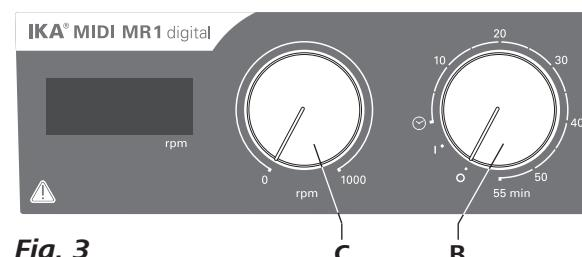

Fig. 3
- ⇒ Zum Einschalten des Geräts drehen Sie den Drehknopf „**Ein/Aus**“ und „**Timer**“ (**B**, siehe **Fig. 3**) im Uhrzeigersinn in Position „**1**“.
- ⇒ Stellen Sie die Motordrehzahl mit dem Reglerknopf „**Drehzahl**“ (**C**, siehe **Fig. 3**) ein. Die Motordrehzahl kann auf 0 bis 1000 rpm für **MIDI MR 1 digital** und auf 0 bis 600 rpm für **MAXI MR1 digital** eingestellt werden.